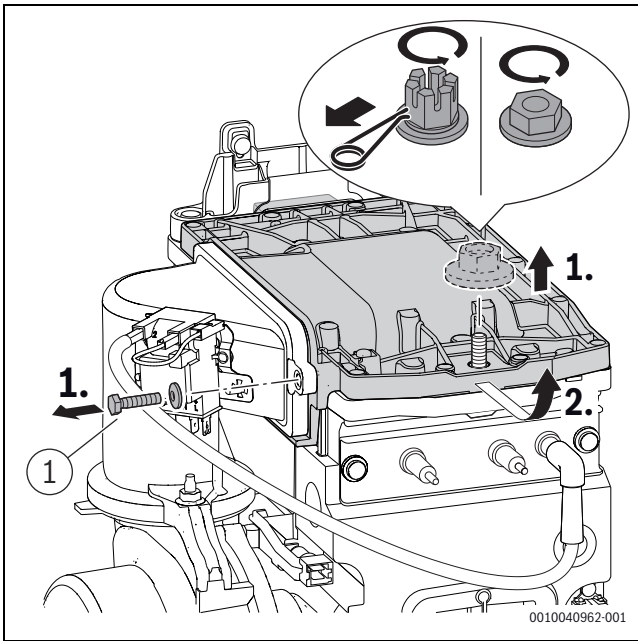

Bild 10 Brennerdeckel ausbauen
- Schraube ([1], Bild 10) am Brennerdeckel mit 5,5+0,5 Nm festziehen.